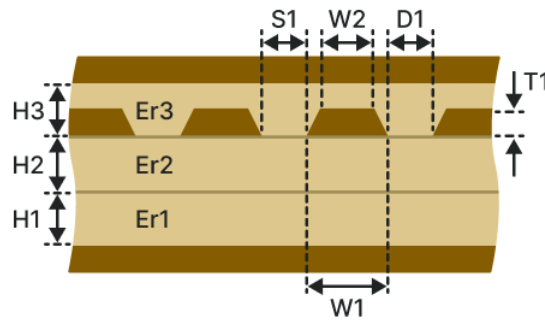

Рис. 186 Копланарная дифференциальная полосковая ЛП (КДП-2Н1В)
- Копланарная дифференциальная полосковая ЛП (КДП-2Н1В), см. Рис. 186.